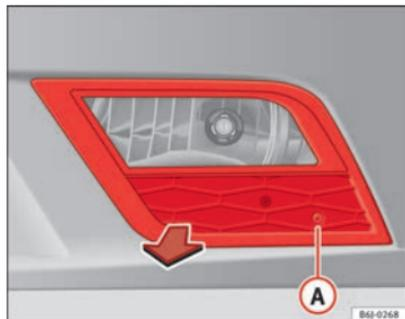

Fig. 170 Farol de nevoeiro
- Retire o parafuso ⇒ Fig. 170 **A** da grelha do farol de nevoeiro, utilizando uma chave de fendas.